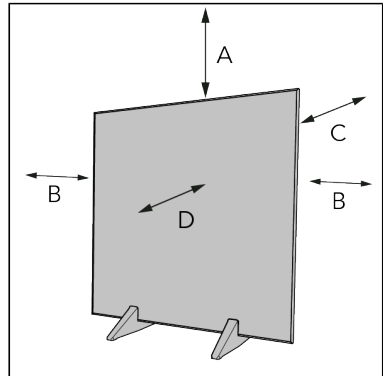

Figure 112.
4. Placera enheten med ett minsta avstånd (Figure 112) på: